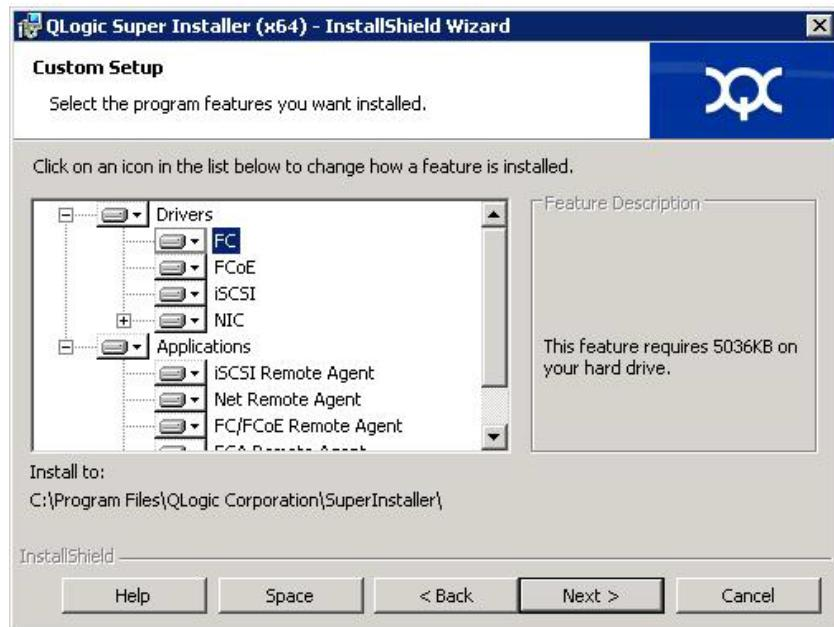

図 2-5. InstallShield ウィザード：カスタムセットアップウィンドウ
6. ステップ 5 で Custom (カスタム) を選択した場合は、Custom Setup (カスタムセットアップ) ウィンドウ (10 ページの図 2-5) を次のように完了します。